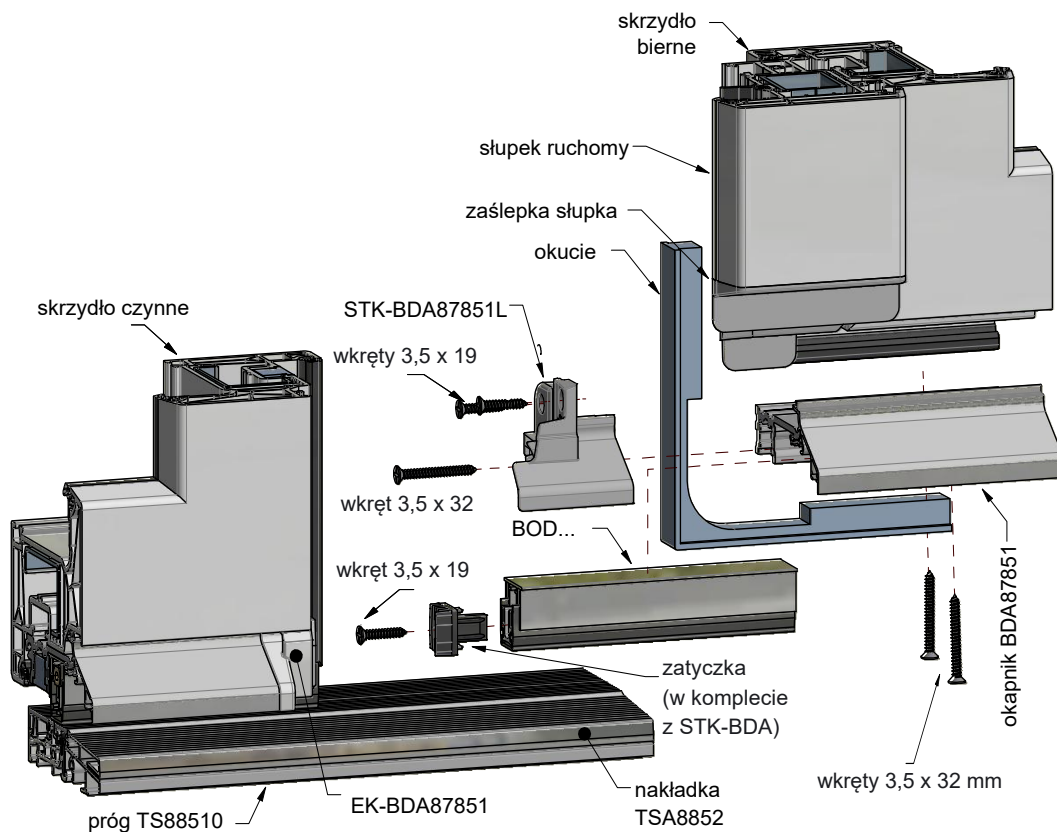

rys. 13
6. Po zamontowaniu okucia w skrzydle możesz obsadzić łącznik słupka ruchomego STK-BDA87851 uszczelniając silikonem. Łącznik dokręć załączonymi wkrętami do okapnika 3,5 x 32 mm i do profilu 3,5 x 19 mm. (rys. 13) (okucie znajdujące się we wrębie okuciowym zostaje przykryte łącznikiem)
8. Wsuń w kanał okapnika przycięty na wymiar próg opadający BOD. Próg opadający powinien być w miejscu zatrzasku profili okapnika doszczelniony silikonem na całej długości, włącznie z końcówką okapnika i łącznikiem STK-BDA. (rys. 13) Zwróć uwagę, żeby główka aktywująca była po stronie zawiasowej.